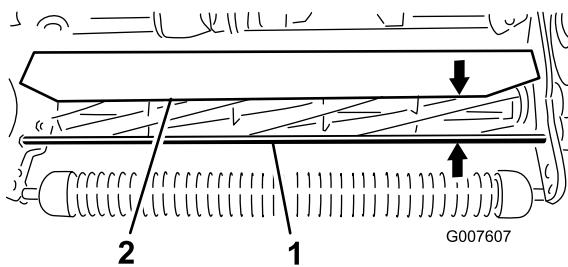

Figura 45
- Mida la distancia desde la parte superior de la varilla de soporte delantera hasta el borde delantero del deflector en cada extremo de la unidad de corte (Figura 45).